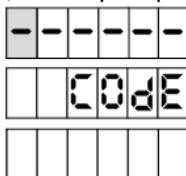

Рисунок 21
8.1 Вход в режим настройки осуществляется при последовательном нажатии кнопок **[C]** и **[→]** с паузой между нажатиями не более 3 секунд. УТ должна находиться в свободном состоянии (все операции связанные с отпуском топлива должны быть завершены). При этом на табло появится приглашение ввести пароль администратора устройства (рисунок 21).